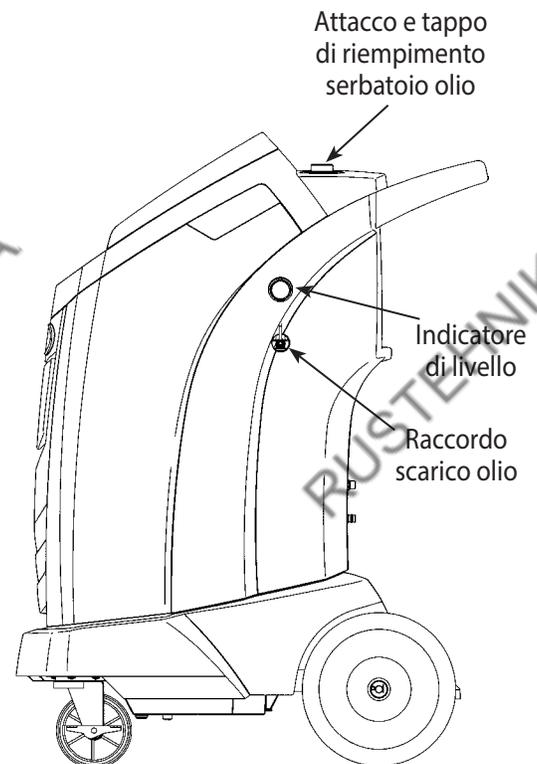

Figura 14
3. Aprire **LENTAMENTE** il tappo di riempimento del serbatoio dell'olio per verificare che la pressione nella stazione sia nulla, quindi togliere con cautela il tappo. Vedi Figura 14.